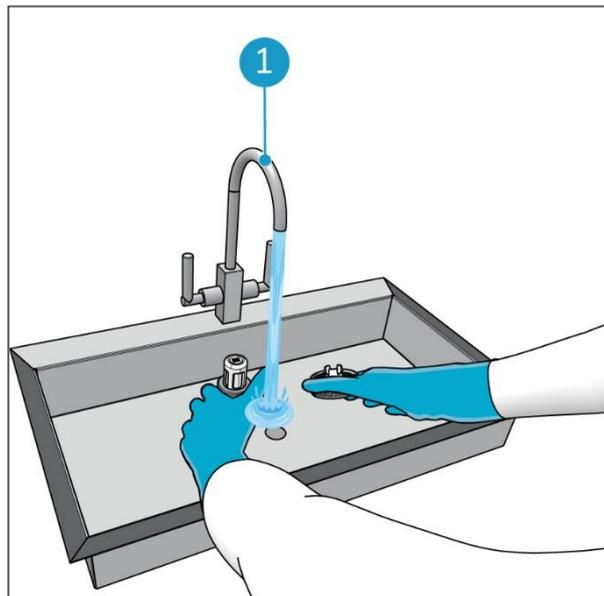

Abbildung 55
6. Nehmen Sie die Kappe und den Filter ab und spülen Sie beide Komponenten mit Leitungswasser über einem Waschbecken (Abbildung 55, Pos. 1).